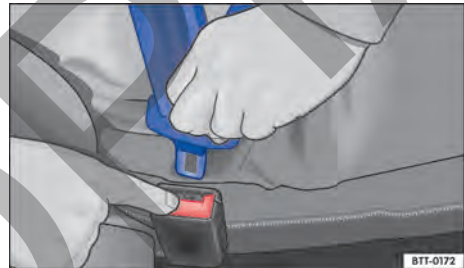

Fig. 28 Soltar la pestaña de encastre del cinturón de seguridad del cierre del cinturón.
- Presionar el botón rojo en el cierre del cinturón de seguridad → fig. 28. La pestaña de encastre del cinturón de seguridad se sale hacia afuera.